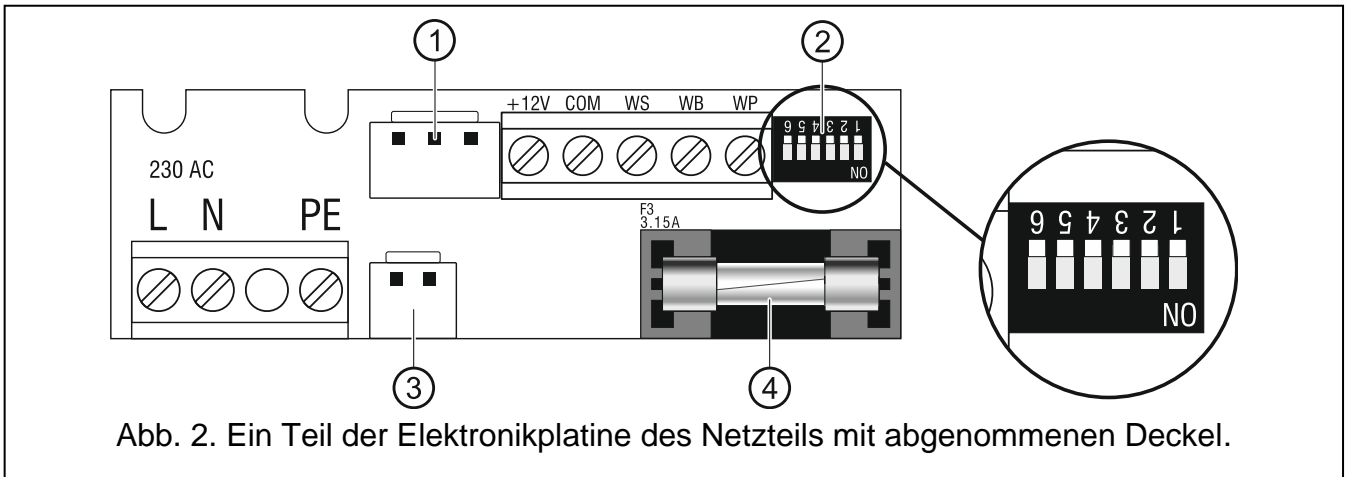

Abb. 2. Ein Teil der Elektronikplatine des Netzteils mit abgenommenen Deckel.
Erläuterung zur Abbildung 2:
4. Soll das Netzteil an ein Gerät mit dediziertem Anschluss angeschlossen werden, schließen Sie das dedizierte Kabel an die Schnittstelle ① an (Abbildung 2).
7. An die Schnittstelle ③ (Abbildung 2) schließen Sie die Leitungen des Akkus an.